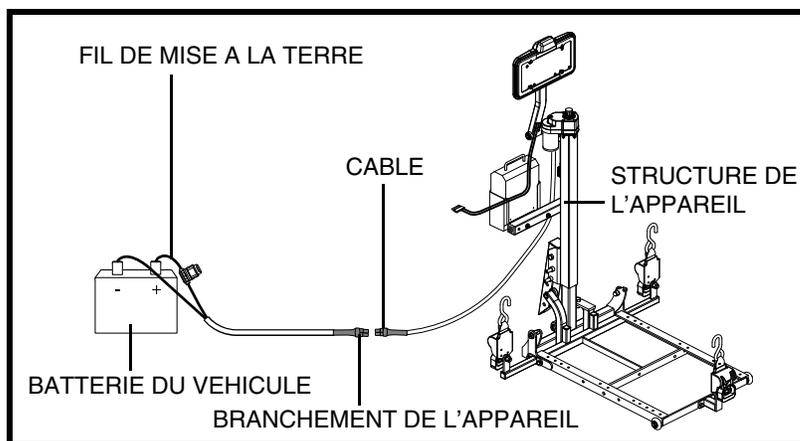

Figure 7. Installation du câblage
1. Passe le câble de l'appareil (à partir de l'appareil) à l'intérieur du véhicule pour rejoindre la batterie du véhicule. **Voir la figure 7.** Typiquement, vous trouverez des orifices passe fil derrière les feux arrière afin de faire passer le câble dans le coffre arrière et sous la banquette arrière.